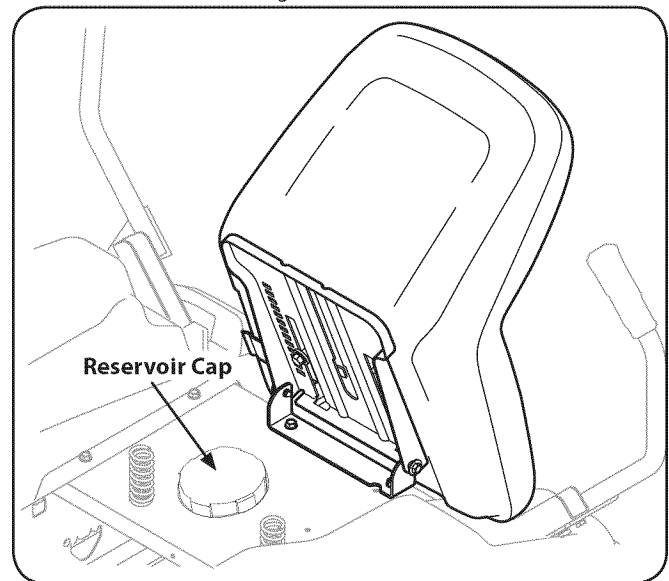

Figure 6-3
1. Pivot el operador del asiento hacia adelante y limpiar el depósito de la tapa y el área alrededor de la tapa para evitar la contaminación de los desechos de aceite de la transmisión. Ver Fig. 6-3.